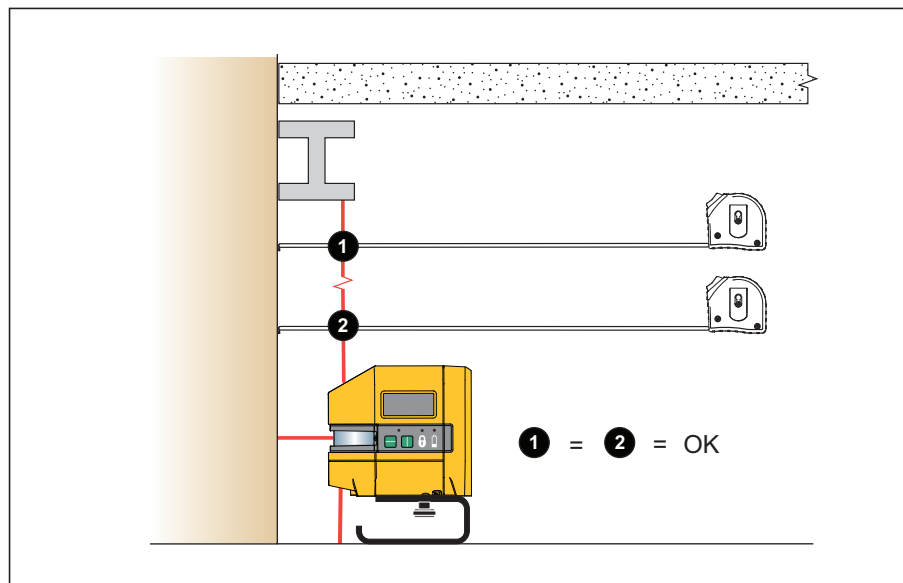

Figura 6. Comprobación de plomada del objeto existente
2. Mida la distancia desde el objeto hasta el láser a varias distancias con el Producto. Consulte la figura 6.